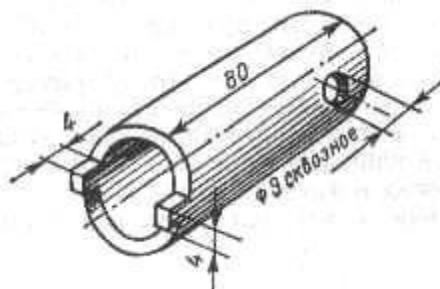

Рис. 79. Ключ для гайки чашки подшипника рулевой колонки
2. Специальным ключом (рис. 79), имеющим внутренний диаметр 26 мм, наружный диаметр 32 мм, отвинтить гайку крышки подшипника и опустить ось рулевой колонки вместе с нижним мостиком вниз.